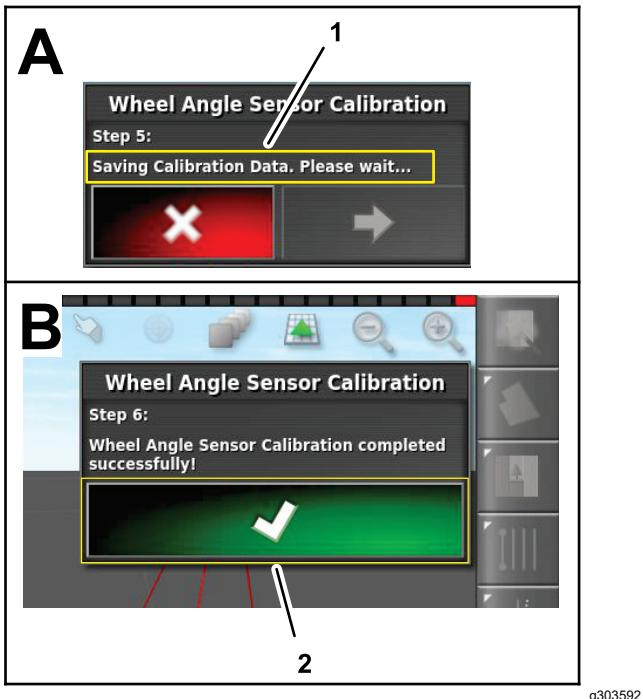

Figura 165
9. En el paso 5, espere hasta que la calibración del sensor del ángulo de las ruedas guarde los datos, y pulse el icóno Paso siguiente (Figura 165).
10. En el paso 6, pulse el icono de confirmación (Figura 165).